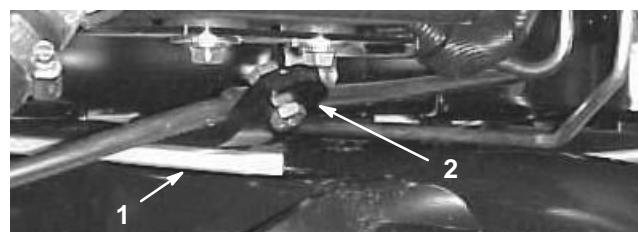
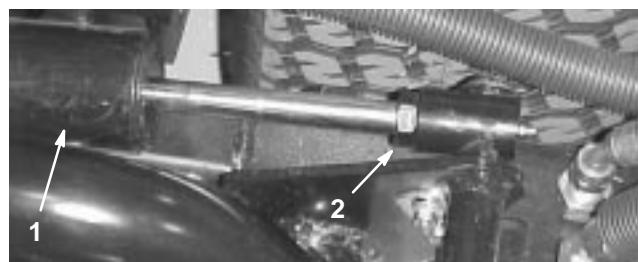

Bild 13
Bild 14
- Starten Sie den Motor, heben die Schneidwerke an und kontrollieren, ob der Abstand zwischen dem Abnutzungsband an der Oberseite der hinteren Schneidwerk-Abnutzungsleiste und der Stoßstangenbefestigung zwischen 0,51 und 2,54 mm liegt (Bild 13). Justieren Sie den hinteren Zylinder, bis sich der richtige Abstand ergibt, wenn der Abstand davon abweicht. Senken Sie zum Einstellen des Zylinders die Schneidwerke ab und drehen die Klemmmutter am Zylinder zurück (Bild 14). Halten Sie die Zylinderstange mit einer Zange und einem Lappen nahe an der Mutter und drehen die Stange. Heben Sie die Schneidwerke an und prüfen den Abstand nach. Wiederholen Sie diesen Vorgang nach Bedarf. Ziehen Sie nun die Klemmmutter am Lastbügel fest.